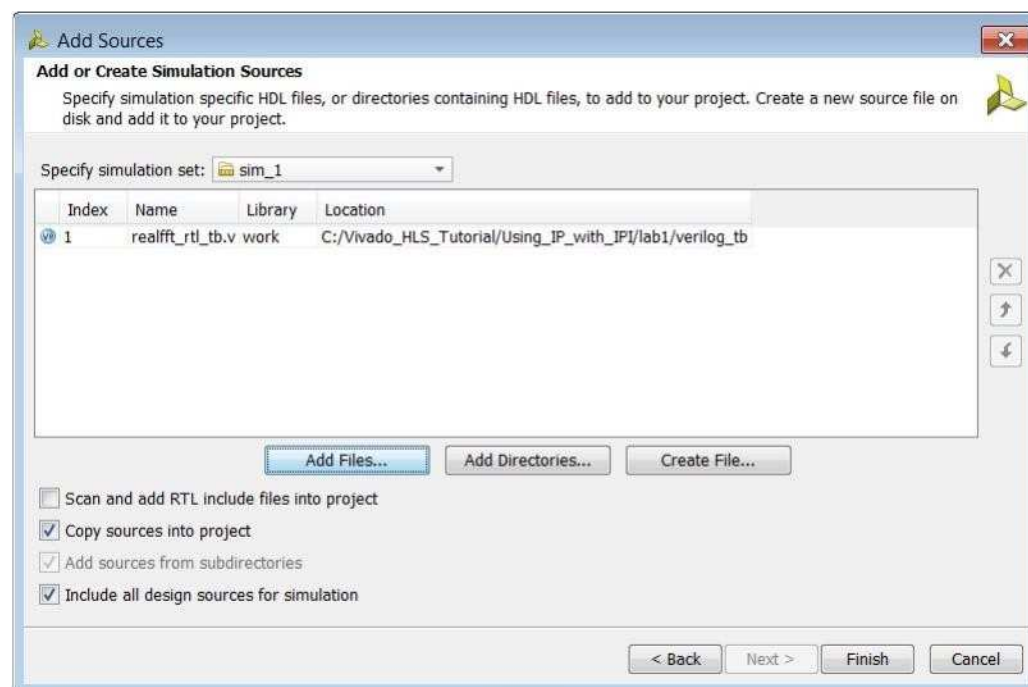

图 9-26: 复制设计源文件
8.选择复选框将 *Copy sources into the project* (图 9-26)。